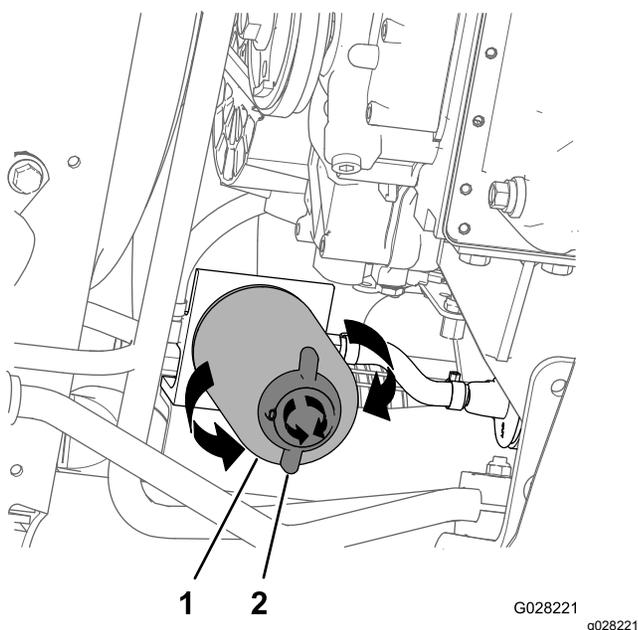

Figura 77
- Alinhe um recipiente de escoamento debaixo do filtro do combustível; consulte Figura 77 na Substituição do filtro separador de água \(página 64\).
- Coloque um recipiente de escoamento por baixo do filtro separador de água (Figura 77).
- Rode a válvula de drenagem na parte inferior do recipiente do filtro separador de água no sentido contrário ao dos ponteiros do relógio (Figura 77).
- Limpe a área em torno do recipiente do filtro separador de água e da montagem do adaptador do filtro (Figura 77).
- Retire o filtro separador de água (Figura 77).
- Certifique-se de que a válvula de drenagem na parte inferior do filtro separador de água é rodada no sentido dos ponteiros do relógio com firmeza (Figura 77).